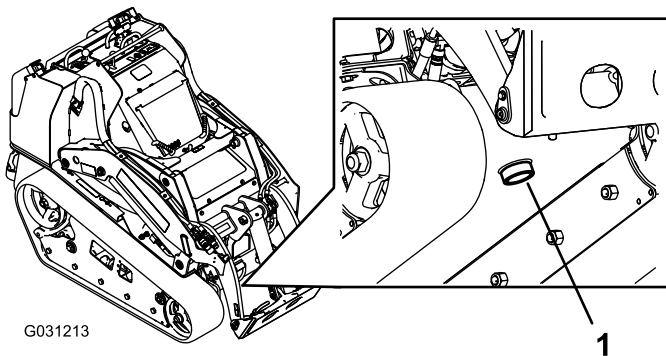

Рисунок 58
5. Разместите большой сливной поддон (емкостью 57 литров) под сливной пробкой в передней части тягового блока (Рисунок 58).
6. Снимите сливную пробку и дайте маслу стечь в поддон (Рисунок 58).